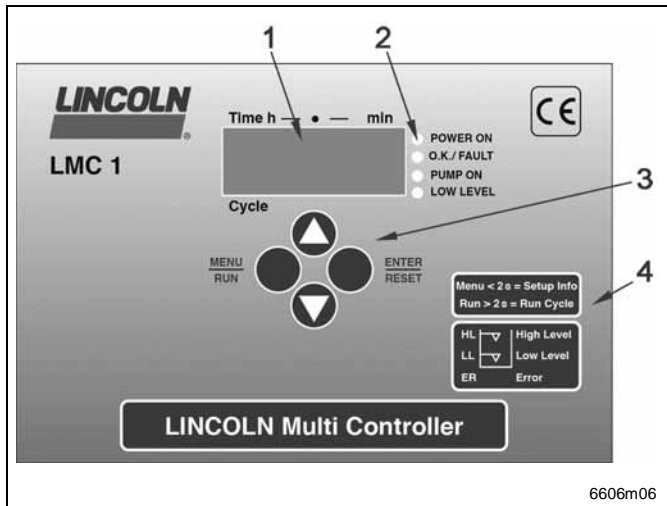
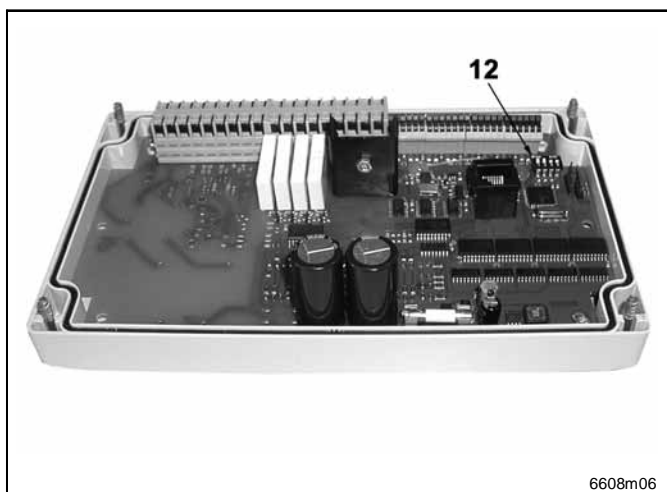

Fig. 1 Teclado de membrana del LMC 1
Fig. 2 Pletina de mando del LMC 1 (VDC)
• Los interruptores DIP (SW1, SW2, SW3 & SW4, pos. 12, fig. 2) sirven para ajustar el sistema de lubricación y una preselección de parámetros (Teclas ARRIBA & ABAJO, pos. 3, fig. 1).